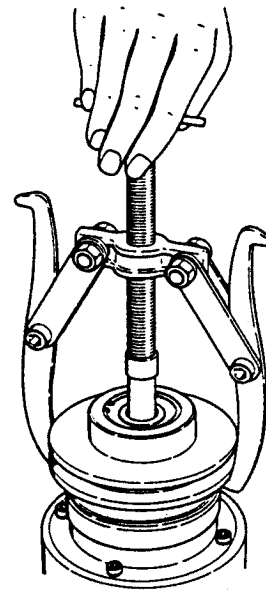

図 6
(3) Vブリー⑬を軸から引抜きます。ブーラを用いて(図6)のようにVブリーを抜いて下さい。
(4) Vブリーを抜き去つたあとの軸上に、カラー⑭と、数枚のシム(厚さが0.1mmと、0.5mmの2種類の薄いスペーサー)が残りますので、このシムの枚数を次式から求める量に応じて調整して下さい。